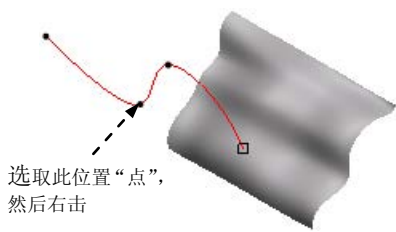
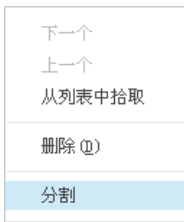
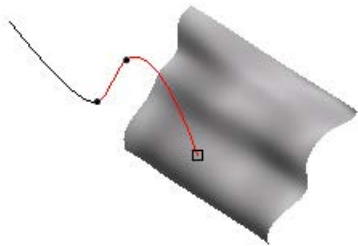

图 8.3.51 右击“点”
图 8.3.52 快捷菜单
图 8.3.53 分割 ISDX 曲线
Step3. 选取图 8.3.51 所示的位置“点”，然后右击，系统弹出图 8.3.52 所示的快捷菜单。
Step4. 在图 8.3.52 所示的快捷菜单中，选择 **分割** 命令，则曲线在该点处分割为两条 ISDX 曲线，如图 8.3.53 所示。
说明：在选中图 8.3.51 所示的“点”后，通过右击有时会出现图 8.3.49 所示的快捷菜单，但其结果都是一样的。